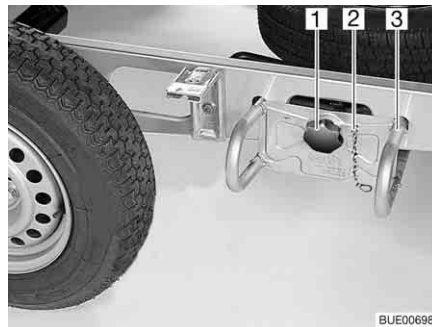

Fig. 235 Supporto per la ruota di scorta
- Sganciare la catena di sicurezza (Fig. 235,2).
- Svitare la manopola (Fig. 235,1) ed estrarla.
- Sfilare il supporto per la ruota di scorta (Fig. 235,3) di ca. 10 cm e riporlo a terra.